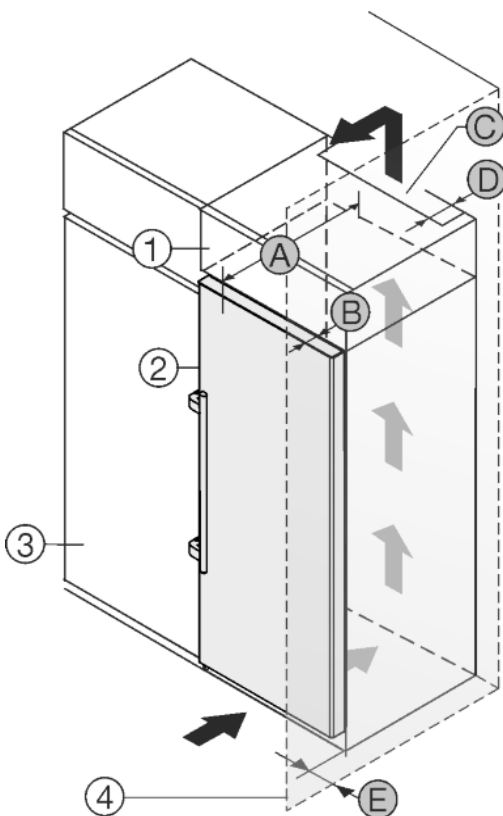

Fig. 30
Das Gerät kann mit Küchenschränken umbaut werden. Um das Gerät Fig. 30 (2) der Küchezeilenhöhe anzugleichen, kann über dem Gerät ein Aufsatzschrank Fig. 30 (1) angebracht werden.
Das Gerät kann direkt neben dem Küchenschrank Fig. 30 (3) aufgestellt werden. Um die Türe vollständig öffnen zu können, muss das Gerät um die Tiefe Fig. 30 (B) gegenüber der Küchenschrankfront vorstehen. Abhängig von der Tiefe der Küchenschränke und Verwendung von Wandabstandhaltern kann das Gerät weiter herausragen.
- An der Rückseite des Aufsatzschrankes muss ein Abluftschacht mit der Tiefe Fig. 30 (D) über die gesamte Aufsatzschrankbreite vorhanden sein.
- Unter der Raumdecke muss der Entlüftungsquerschnitt Fig. 30 (C) eingehalten werden.
Wenn das Gerät mit den Scharnieren neben einer Wand Fig. 30 (4) aufgestellt wird, muss der Abstand Fig. 30 (E) zwischen Gerät und Wand eingehalten werden. Dies entspricht dem Griffüberstand bei geöffneter Tür.